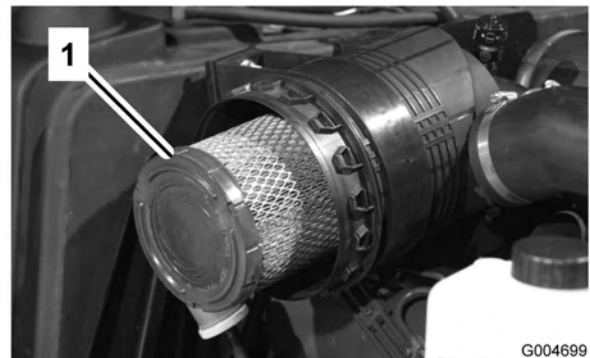
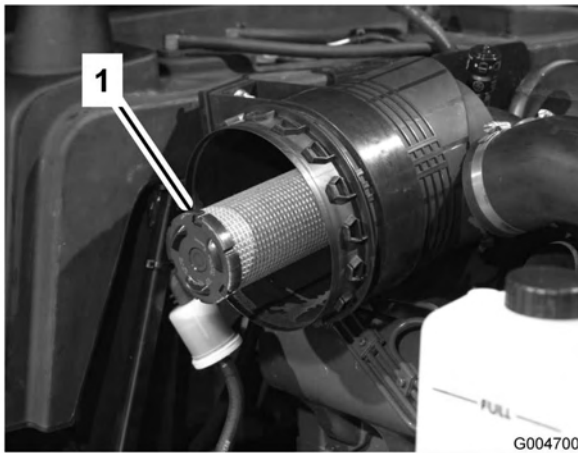

Bild 47
Bild 48
3. Entfernen Sie den Hauptfilter (Bild 47). Das Reinigen eines verwendeten Elements wird nicht empfohlen, da das Filtermedium beschädigt sein könnte. Prüfen Sie den neuen Filter auf Versandschäden, prüfen Sie das Dichtungsende des Filters und des Körpers. Verwenden Sie nie ein beschädigtes Element. Entfernen Sie **nicht** den Sicherheitsfilter (Bild 48).
Wichtig: Versuchen Sie nie, den Sicherheitsfilter zu reinigen (Bild 48). Tauschen Sie den Sicherheitsfilter bei jeder dritten Wartung des Hauptfilters aus.
4. Wechseln Sie den Hauptfilter aus (Bild 47).